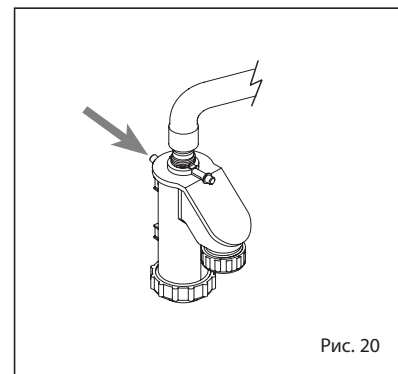

Рис. 20
4.5 ТЕХНИЧЕСКОЕ ОБСЛУЖИВАНИЕ (рис. 20)
Любое наполнение производится из специального впуска (рис. 20).